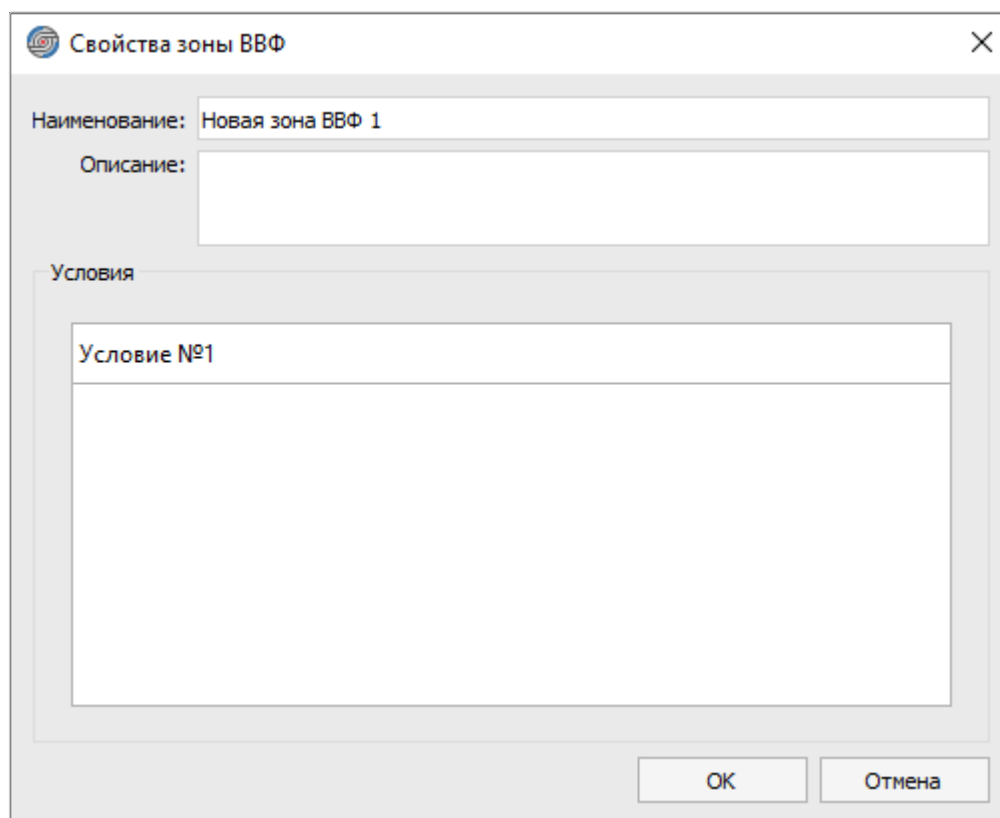

Рисунок 135. Диалоговое окно «Свойства зоны ВВФ»
- 2) В открывшемся диалоговом окне «Свойства зоны ВВФ» (см. рисунок 135) внести необходимые изменения.